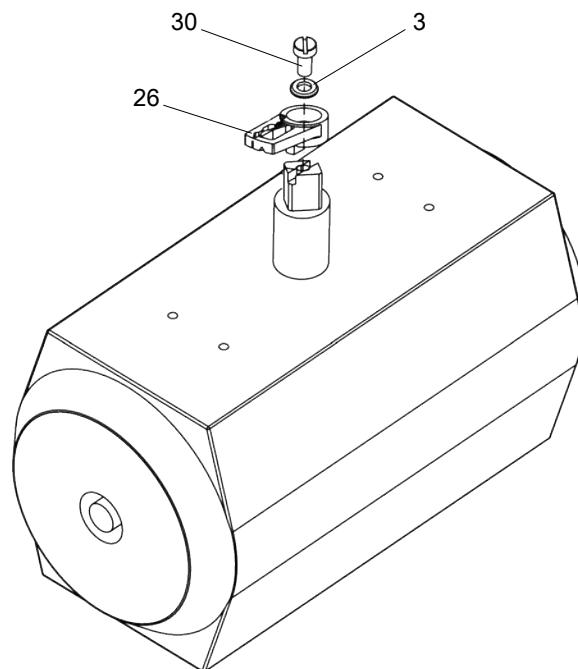

Abb. 16: Montage Mitnehmer am Antrieb
5. Abb. 16: Setzen Sie den Stellungsregler mit der Anbaukonsole vorsichtig auf den Antrieb. Dabei muss einer der beiden Stifte (35) des Kupplungsrads (25) in den Mitnehmer (26) greifen.